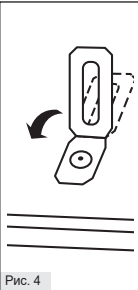

Рис. 4
1.7. Установите элементы подвеса на потолке и закрепите их на светильнике при помощи отгибающихся креплений на задней стенке светильника (Рис. 4).